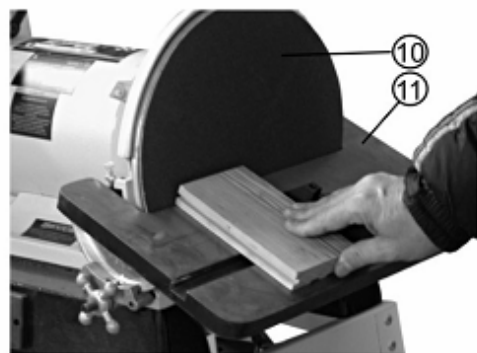

Рис.12
10.5. Шлифование под углом (Рис.12)